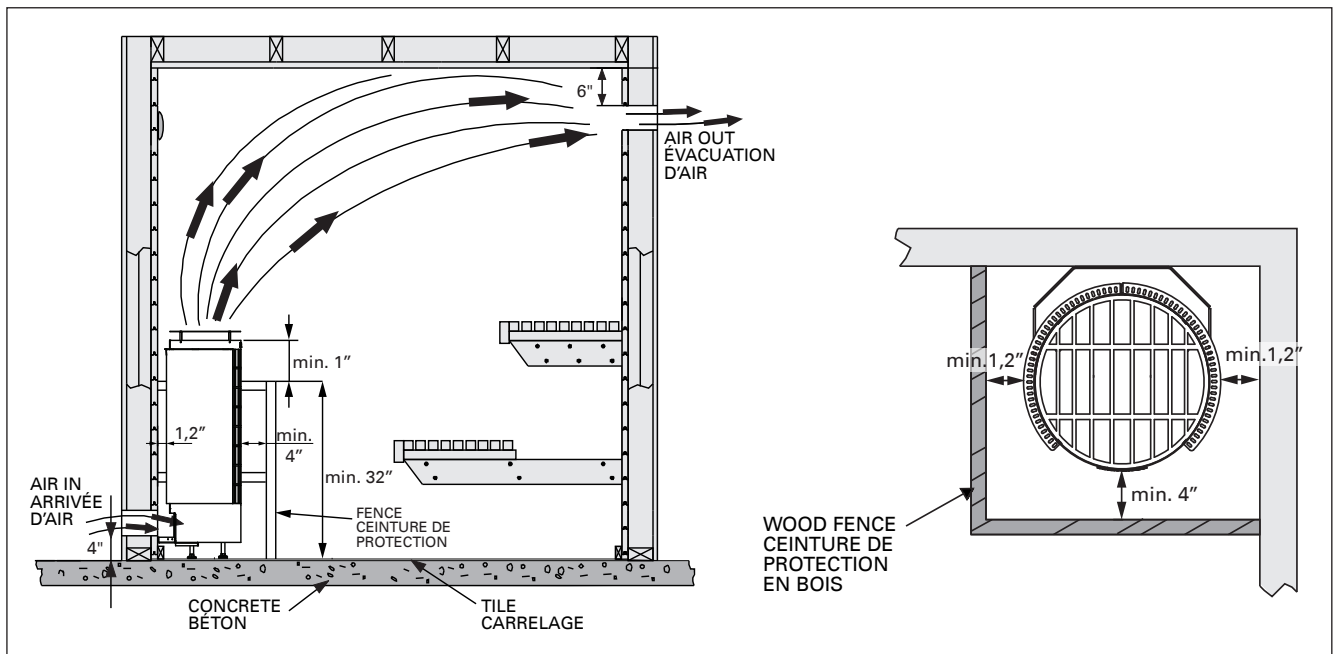

Figure 4. Ventilation de la cabine de sauna et dégagements min. entre la paroi et la ceinture de protection
Doit être assurée par une bouche d'aération basse située près du poêle à 4" (100 mm) du plancher et une bouche d'aération haute située sur la paroi opposée (si possible) à 6" (150 mm) du plafond ou à une hauteur minimale de 24" (600 mm) du plancher. Les bouches d'aération doivent être réglables et permettre de renouveler l'air 5 fois par heure. Le sauna doit être équipé du système d'aération requis par les autorités locales. Figure 4.
Les distances de sécurité minimales sont décrites sur la figure 4 et 5.
1. Sortez le poêle du carton et posez-le à un emplacement approprié dans la cabine du sauna. Respectez les dégagements indiqués dans les figures 4 et 5. Après le raccordement final, l'électricien doit fixer le poêle au plancher avec plusieurs vis ou boulons.